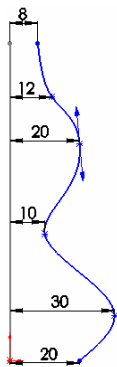

图 4-72 绘制引导线草图
❸ 设置基准面。在左侧的“FeatureManager 设计树”中用鼠标选择“前视基准面”作为绘制图形的基准面。
❹ 绘制引导线草图。选择菜单栏中的“工具”→“草图绘制实体”→“样条曲线”命令，绘制如图 4-72 所示的图形并标注尺寸，然后退出草图绘制状态。
❺ 设置基准面。在左侧的“FeatureManager 设计树”中用鼠标选择“上视基准面”作为绘制图形的基准面。
❻ 绘制轮廓草图。选择菜单栏中的“工具”→“草图绘制实体”→“圆”命令，以原点为圆心绘制一个直径为 40 的圆，然后退出草图绘制状态。
❼ 设置视图方向。单击“标准视图”工具栏中的“等轴测”图标, 将视图以等轴